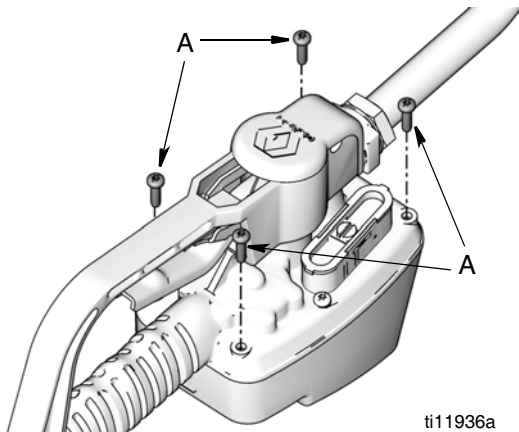

ABB. 30
2. Entfernen Sie mit einem Torx-Schraubendreher (T 20) die vier an der Unterseite des Dosierventils befindlichen Eckschrauben (A) (ABB. 30). Bewahren Sie die Schrauben für den Wiederaufbau auf.